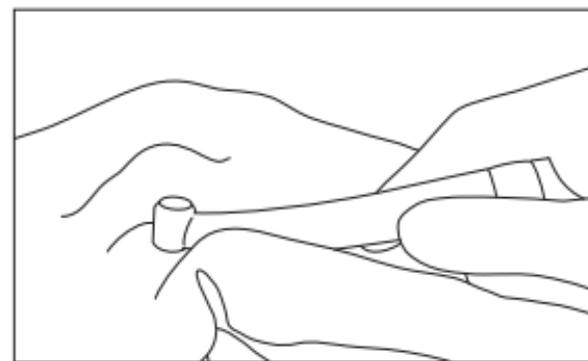

Fig. 11
2) Nettoyer la partie extérieure de la pièce à main avec une lingette imprégnée de désinfectant ou d'éthanol à une concentration de 60 à 90 % (Fig. 11).